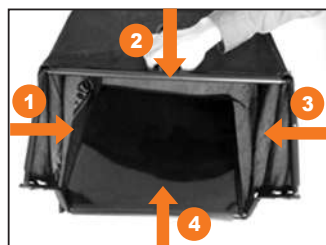

Рис. 8
3. Закрепите резиновые клипсы **1**, **2**, **3**, **4** на каркасе (рис. 8).